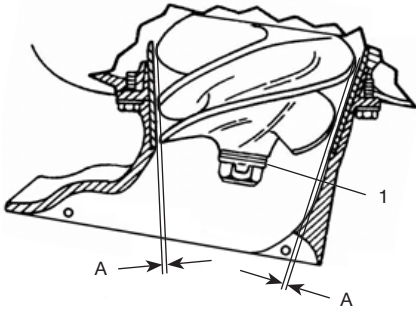

Рис. 35 Проверка зазора
2. При помощи набора щупов измерьте зазор между лопастями импеллера и конической втулкой (Рис. 35). Зазор А
между импеллером и конической втулкой должен быть 0,8 мм. В противном случае необходимо произвести регулировку зазора. Регулировка зазора производится с помощью регулировочных шайб 1 (Рис. 35).